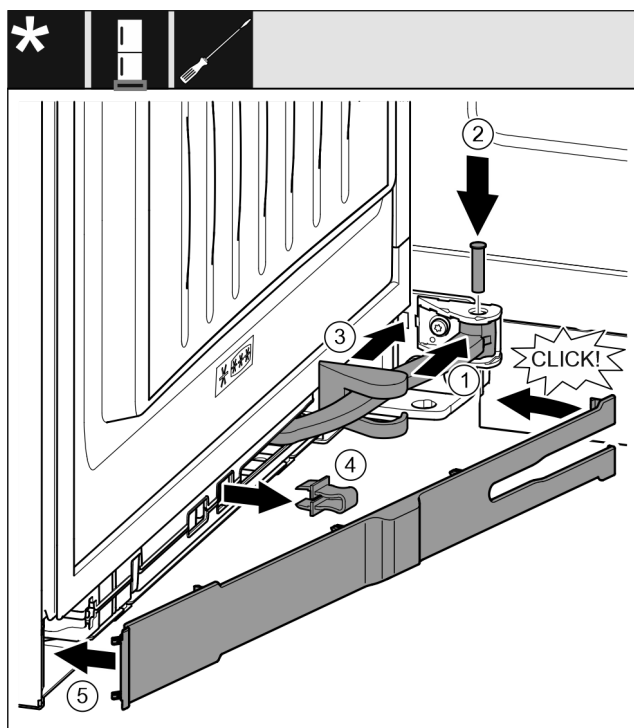

Fig. 41
- Otočte kloub Fig. 41 (1) v závěsu.
- Šroubovákem vložte čep Fig. 41 (2) do závěsu a kloubu. Přitom dávejte pozor, aby byla zajišťovací vačka správně usazena v drážce.
- Posuňte kryt stojanu ložiska Fig. 41 (3) podél kloubu a namontujte nad závěsem.
- Pojistku Fig. 41 (4) vytáhněte.
- Záslepku Fig. 41 (5) na straně madla nasadte a sklopte.